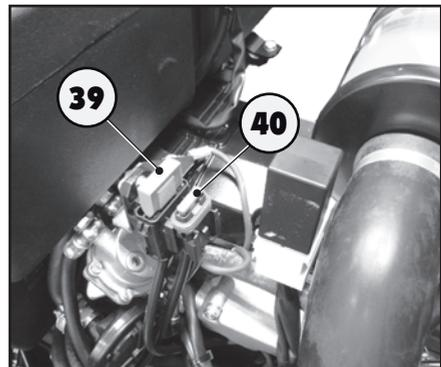

Abb. 6.41
Im Motorraum (Abb. 6.41) befinden sich außerdem eine 30A-Sicherung (39) und eine 5A-Sicherung (40) zum allgemeinen Schutz der elektrischen Anlage der Kabine.